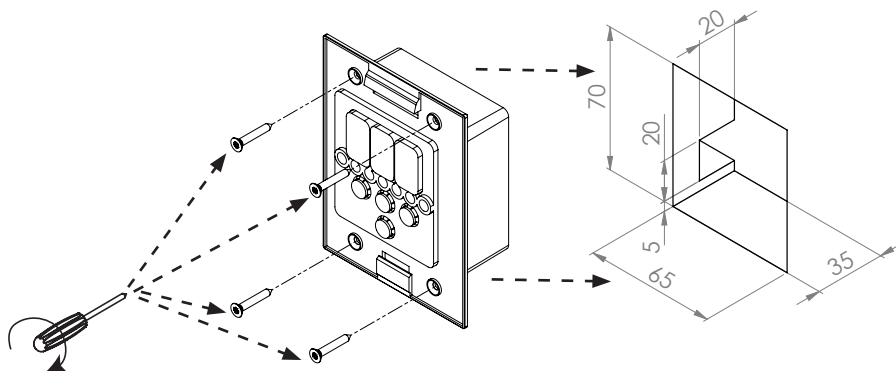
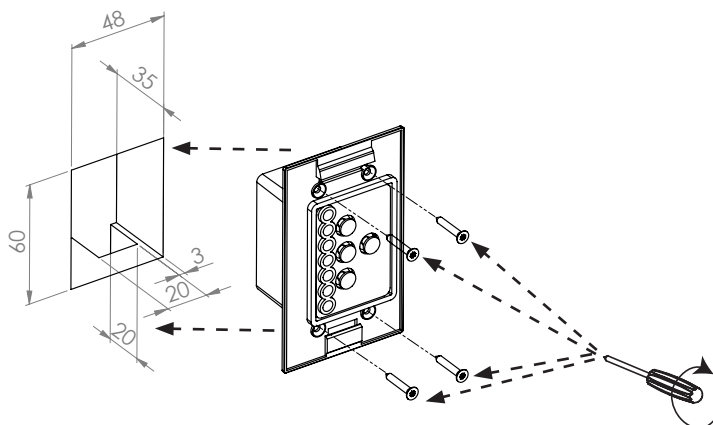

Fig.5 Montaggio dell'unità di comando Pro D
Fig.6 Montaggio dell'uscita supplementare dell'unità di comando (opzionale)
1. Tagliare la rientranza da 70 x 65 o da 60 x 48 mm utilizzando ad es. una sega a gattuccio (vedi **Fig.5** e **Fig.6**).